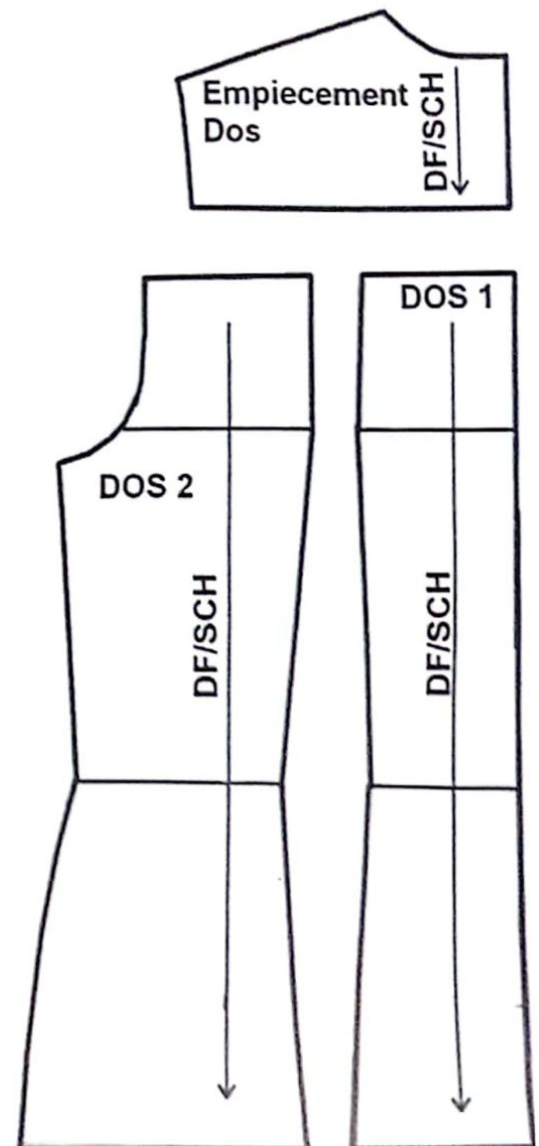

FIG. 5
- Relevez les pièces du dos (fig.5)